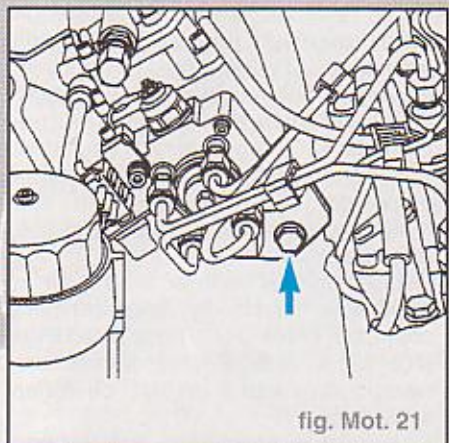

fig. Mot. 21
- Dévisser ensuite la vis de fixation du support arrière (flèche) (fig. Mot. 21).